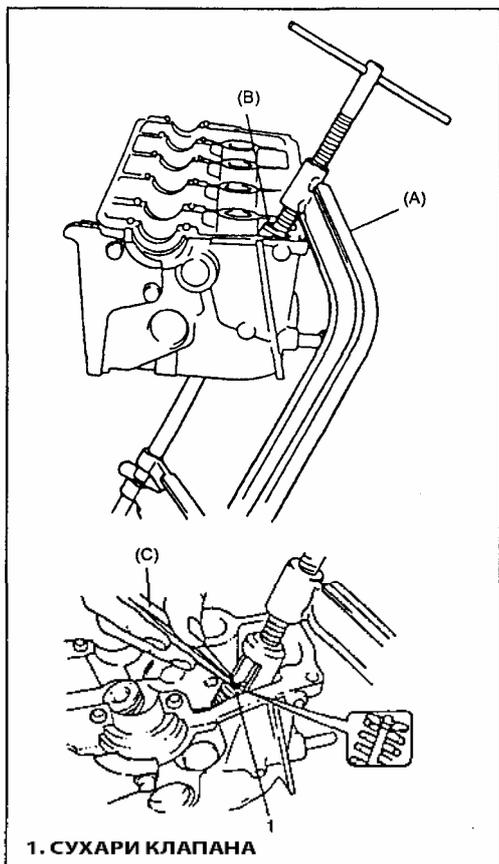

Рис. 96
- 2) Сожмите пружину клапана при помощи специального инструмента и снимите сухари клапана при помощи специального инструмента как показано на рисунке (Рис. 96).